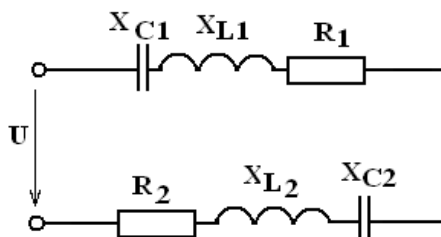

Рис.8.21
2. Напряжение на зажимах цепи, вариант которой соответствует последней цифре учебного шифра студента и изображенной на рис. 8.21, изменяется по закону $u = U_m \sin \omega t$. Амплитудное значение напряжение U_m , значения активных сопротивлений R_1 и R_2 , индуктивностей катушек L_1 и L_2 , емкостей конденсаторов C_1 и C_2 приведены в табл. 8.3. Частота питающего напряжения $f = 50 \text{ Гц}$.